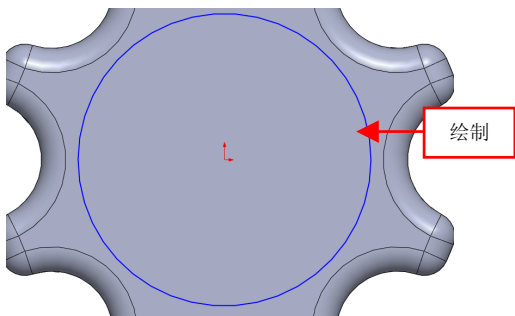

图 14-9 绘制圆对象
(1) 单击【草图绘制】按钮,选择拉伸特征的右侧面对象,单击【圆】按钮,绘制半径为 6 的圆对象,如图 14-9 所示。